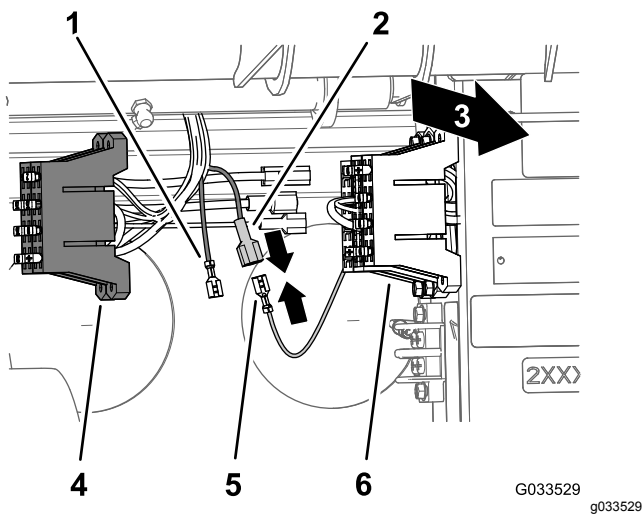

図 25
2. 車両用のヒューズブロックの黄色い電源線の端部についている絶縁されていないソケット端子と、スプレーヤーの配線用のヒューズブロックの黄色いオプション電源線の端部についている絶縁されたブレード形の端子を探し出す 図 25。
3. 車両ヒューズブロックの絶縁されていないソケット端子を、スプレーヤのヒューズブロックの絶縁されたブレード形の端子に接続する (図 25)。